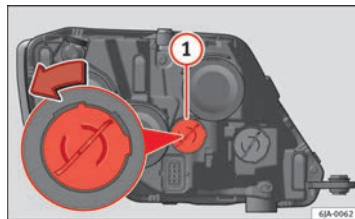

Fig. 158 Sostituzione della lampadina delle luci diurne
- Girare il portalampada ⇒ fig. 158 ① in senso antiorario e toglierlo.